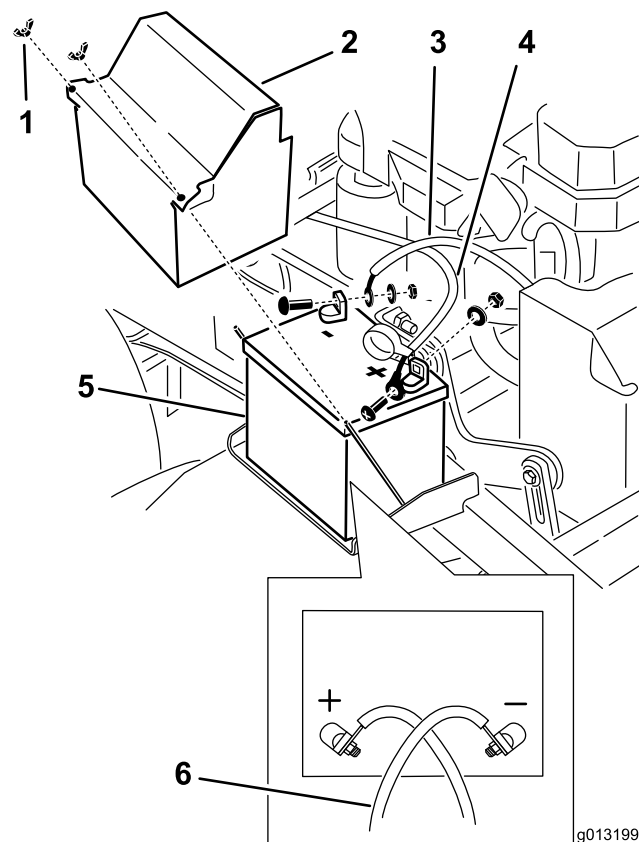

Figura 51
3. Desconecte el cable negativo del borne negativo (-) de la batería (Figura 51).
5. Retire el cable positivo (rojo) de la batería (Figura 51).
6. Retire la pletina de sujeción de la batería (Figura 51), y retire ésta.
1. Coloque la batería en la máquina (Figura 51).
3. Conecte primero el cable positivo (rojo) al borne positivo (+) de la batería con una tuerca, una arandela y un perno (Figura 51). Deslice la cubierta de goma sobre el borne.
4. Conecte el cable negativo y el cable de tierra al borne negativo (-) de la batería con una tuerca, una arandela y un perno (Figura 51).
Nota: Los cables de la batería se cruzan cuando están correctamente instalados (Figura 51).